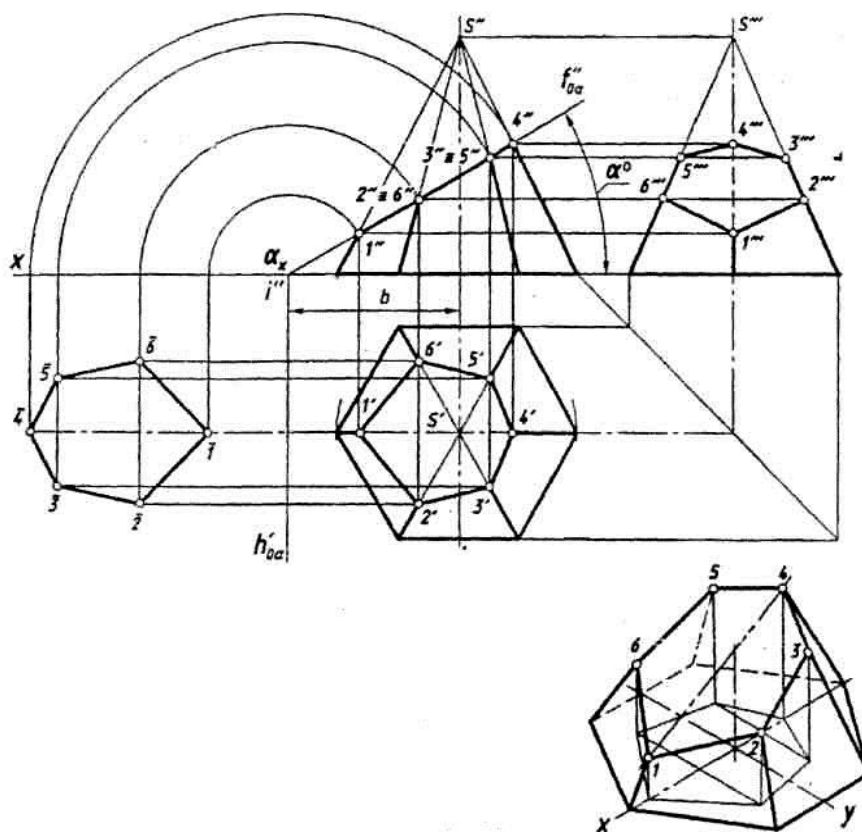

Рисунок 3
4. Построить комплексный чертёж усеченной пирамиды по следующим данным: $d = 60$, $h = 70$, $b = 45$, $\alpha = 45^\circ$, рисунок 3 .